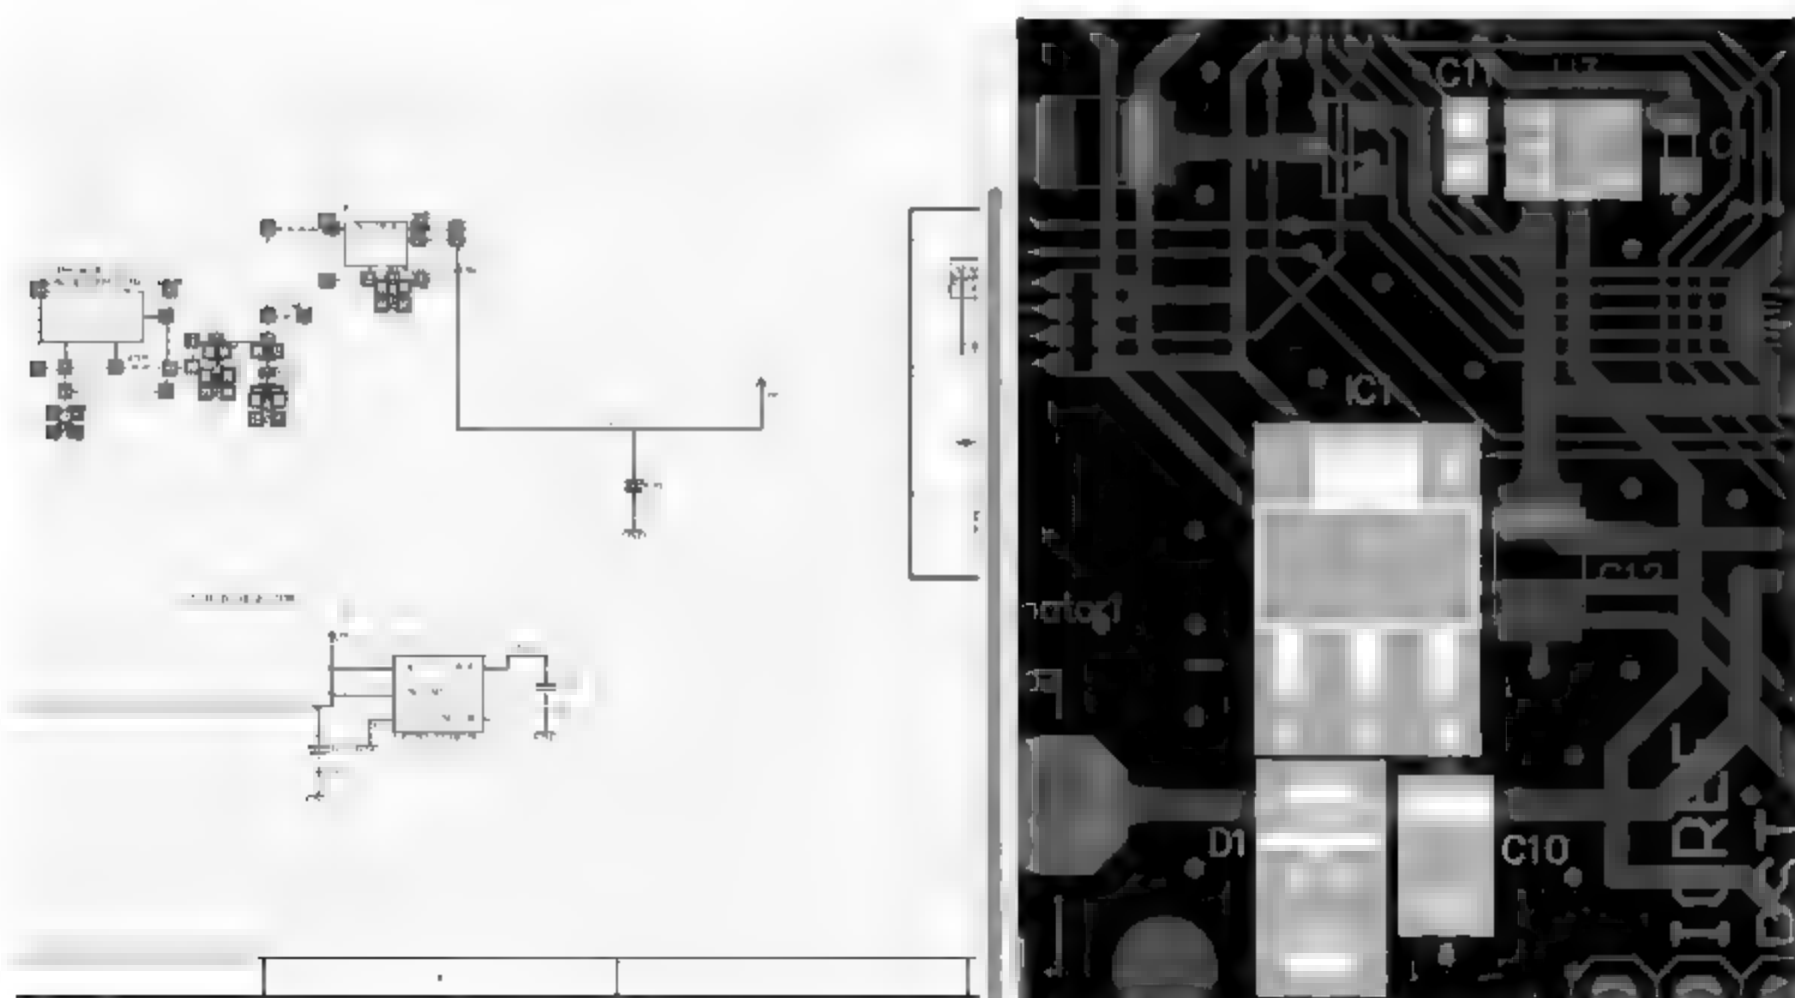

图 1-35 交叉选择模式
- 交叉选择的对象：这里设置用户需要交叉选择的选项,如元件、网络、Pin脚。用户可勾选需要交叉选择的对象,一般只勾选“元件”这一项。在原理图中框选元件,PCB中对应的元件便会被选中,其交叉选择效果如图1-35所示。